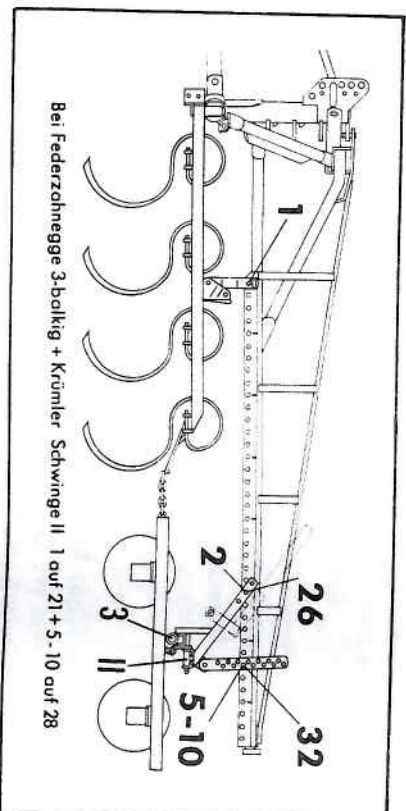
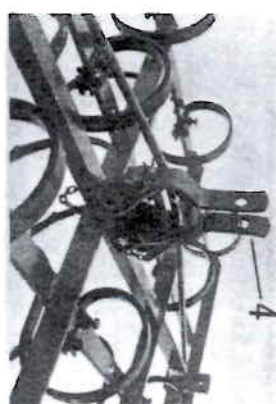

Abb. 51 Kombination 4-balkige Federzahnegge + Krümmler
Abb. 52
Grundrahmen und großen Ausleger an Schlepper anbauen (siehe Seite 19). An Federzahnegge die Aufnahmegabel (4) richtig anstecken (Abb. 52 und 53). Dann in bekannter Weise die Federzahnegge aufnehmen (siehe auch Seite 13). Am Oberlenker dreihen bis die Bohrung der Aufnahmegabel mit Bohrung 1 des Auslegers deckt. Schwinge II einstecken, wie Abb. 51 zeigt. (Bohrungen so abzählen, wie auf Seite 19 beschrieben.) Trag- und Druckbalken (3) von vorne in die Schwinge II einsetzen und die einzelnen Krümmlerfelder anhängen.